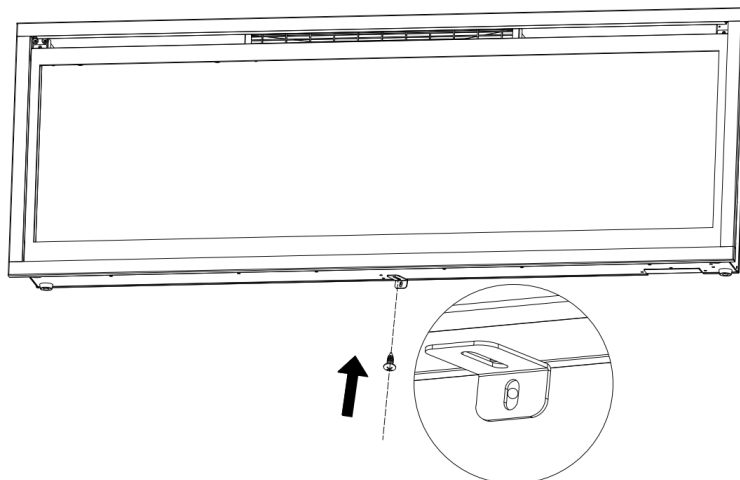

Fig 3-2
E. Con el tornillo retirado en el paso 1, fije la abrazadera metálica en L (H) en la parte inferior de la caja de la chimenea (Fig. 3-2).